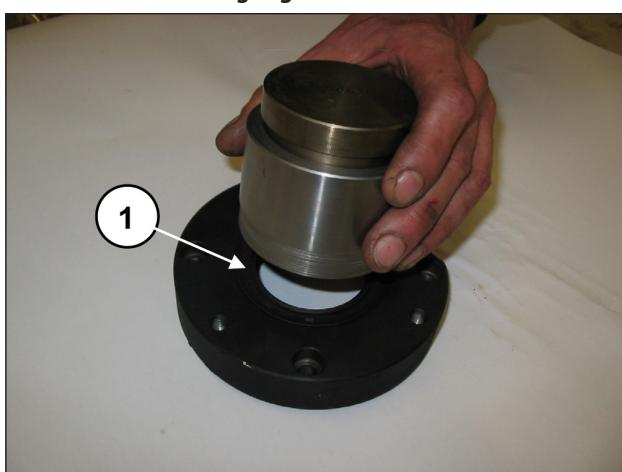

Fig. 63
Introducir la anilla de retención radial dentro de la tapa del cojinete PTO utilizando la herramienta cód. 27548200 (pos. ①, Fig. 63).